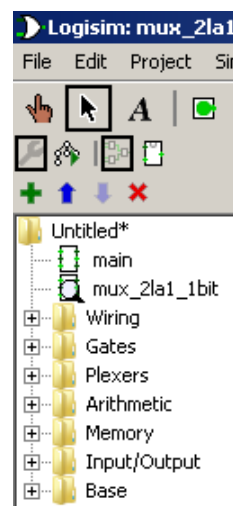

Figura 5 – Am creat un modul simplu.
**Pasul 3.** În acest moment Logisim a creat un modul simplu gol. Acest modul îl putem găsi în stânga sus, sub modulul main, ca în figura 5. În acest moment ne aflăm în modulul mux\_2la1\_1bit. La un moment dat putem vedea în ce modul ne aflăm, observând lupa de pe un anumit modul. În cazul nostru lupa se află pe modulul mux\_2la1\_1bit, deci ne aflăm în modulul creat cu puțin timp în urmă. Dacă dorim să trecem în alt modul, vom da dublu click pe acel modul iar dacă dorim să ne întoarcem în modulul anterior, vom da dublu click pe modulul anterior.